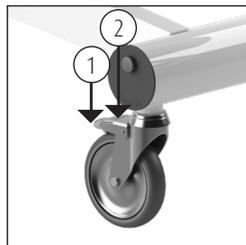

Figura 1 Bloqueo de ruedas.
- El freno se puede aplicar en el Marina basic empujando hacia abajo el labio azul (1) de la rueda (Ver la figura 1).